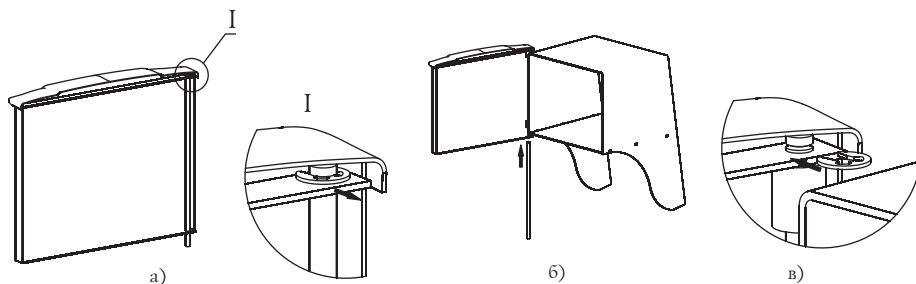

Рисунок 7. Установка дверцы при монтаже печи.
Установка дверцы на печи модели «Саяны» и производится следующим образом (рисунок 7):
1. Извлеките ось из дверцы, предварительно сняв упорную быстросъемную шайбу, рисунок 7.а;
3. Вставьте ось через отверстия снизу вверх, с расположением канавки под шайбу в верхней части оси, рисунок 7.б;